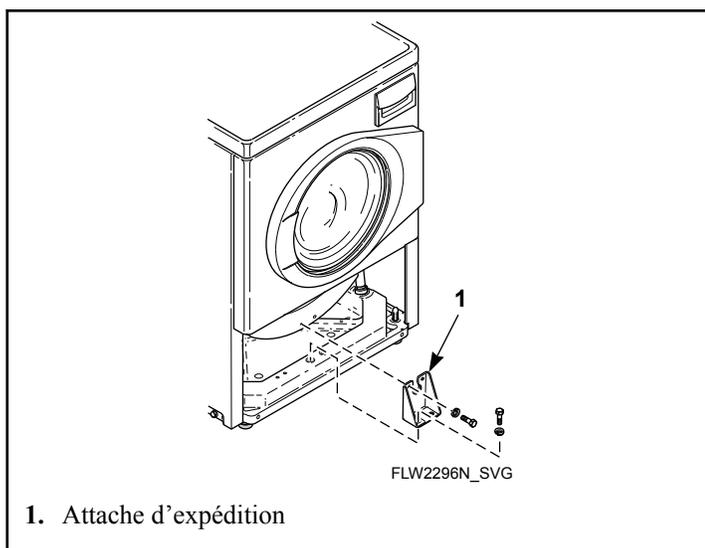

Figure 24
4. Fixer l'attache de transport au poids et à la base à l'aide de quatre boulons et rondelles. Se reporter à la *Figure 24*.